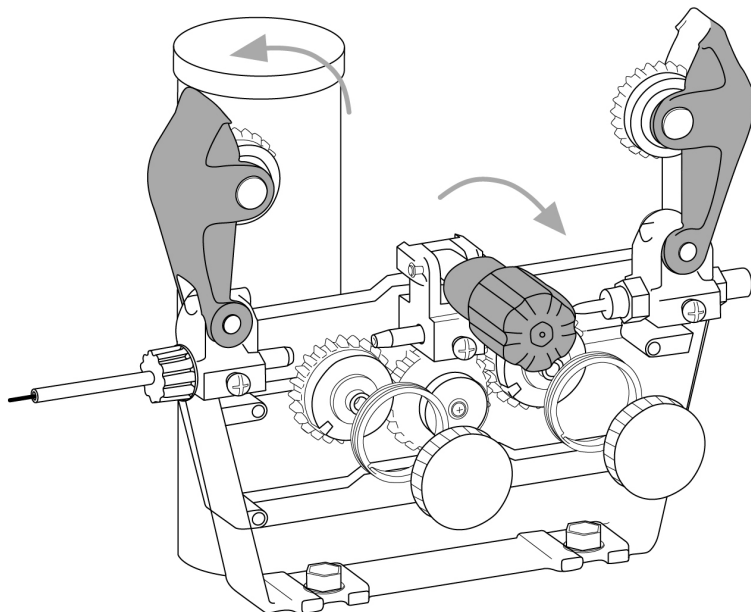

Рис. 8.12. Открытие механизма подачи проволоки.
1. Откройте механизм подачи проволоки. Потяните на себя механизм прижима, затем потяните прижимной ролик вверх (См. рис. 8.12).